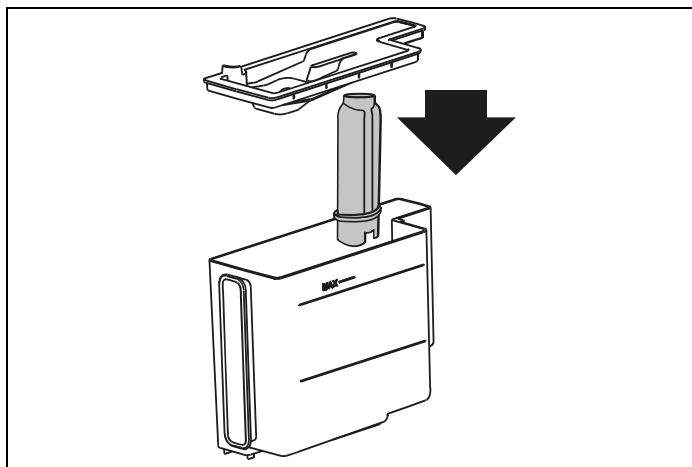

Fig. 58
- 5) (Om filtret är installerat) **För in filter i dess hölje** (Fig. 58 ). Tryck på **> NEXT** och dra ut vattentank, för åter in vattenavhärdningsfiltret om det avlägsnats tidigare.
- 4) **För in filter i dess hölje och tryck ned det till botten:** För in filtret i filterhuset (Fig. 58 ) och tryck in det så långt det går. Tryck på  NEXT.